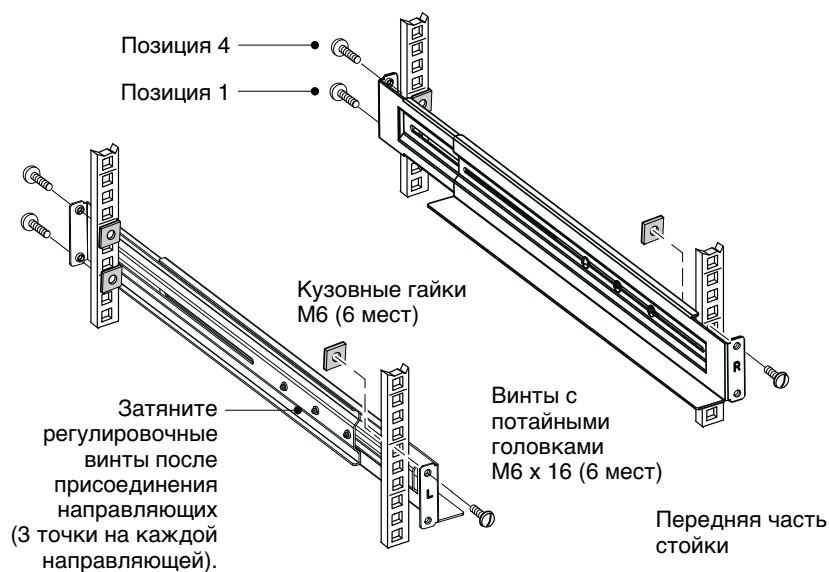

Рисунок 5. Крепление направляющих
2. Выберите надлежащие отверстия в направляющих полозьях для размещения ИБП в стойке (см. Рисунок 5). Направляющие занимают четыре места в передней и задней части стойки.